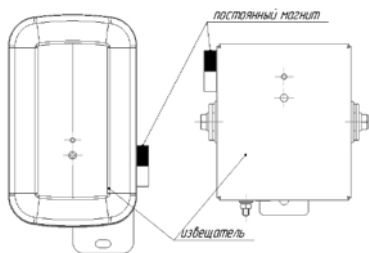

Рис. 4 – Место поднесения постоянного магнита для задания адреса извещателя
Командой «Программирование адреса устройства» можно задать адрес извещателя независимо от того, какой ему адрес присвоен на данный момент. Это может быть использовано в случае ошибочного назначения одинаковых адресов двум и более устройствам. Для этого с пульта или компьютера подать команду на программирование требуемого адреса. После чего в течение не более 5 минут к извещателю, который находится в дежурном режиме, поднести постоянный магнит к области (см. рисунок 4). При этом светоизлучатель извещателя переходит в режим непрерывного свечения. На пульте или компьютере отобразятся события о потере связи с устройством по старому адресу и о восстановлении связи с устройством по новому адресу. Если устройства имели одинаковый адрес, то сообщений о потере связи по старому адресу не будет.
2.4.4 Упрощённый контроль функционирования извещателя (без проверки оптической части) можно осуществить путём поднесения постоянного магнита к извещателю (см. рисунок 4). ПКУ «С2000М» или АРМ «Орион Про» должен выдать сообщение «Тест» или «Пожар», в зависимости от режима тестирования. Упрощенный контроль работает начиная с «С2000-КДЛ» версии 2.15 и «С2000-КДЛ-2И» v.1.15.